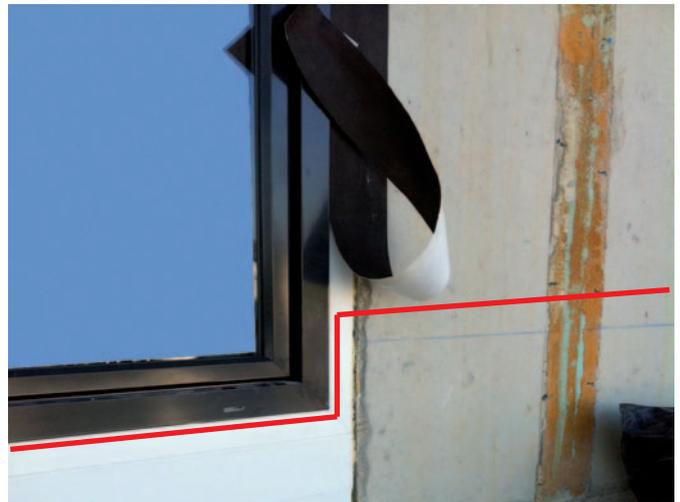

Abb. 20: Winddichtungs- oder Schlagregendichtungsbänder im Flachdachanschlussbereich hochklappen
- Die Winddichtungs- oder Schlagregendichtungsbänder im Flachdachanschlussbereich (ab Betonboden ca. 600-800 mm) zurücklassen oder hochklappen (siehe Abb. 20). Das Band darf erst in einem zweiten Arbeitsgang, nachdem der Anschluss der Flachdachabdichtung fertig erstellt ist, auf diese aufgeklebt werden.